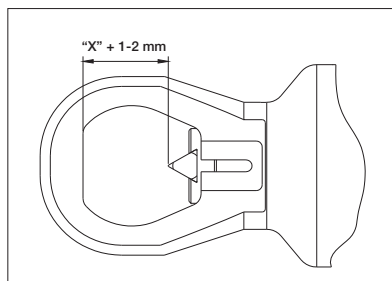

Figura 7
- Ruotare la testa di taglio fino a che la distanza tra la parte piatta della testa e la punta della lama sia la stessa come la distanza tra la faccia del dado ed il bullone, precedentemente misurata nel Passo 1, PIU' un'addizionale distanza da 1 a 2 mm Vedere la Figura 7 (1/16")